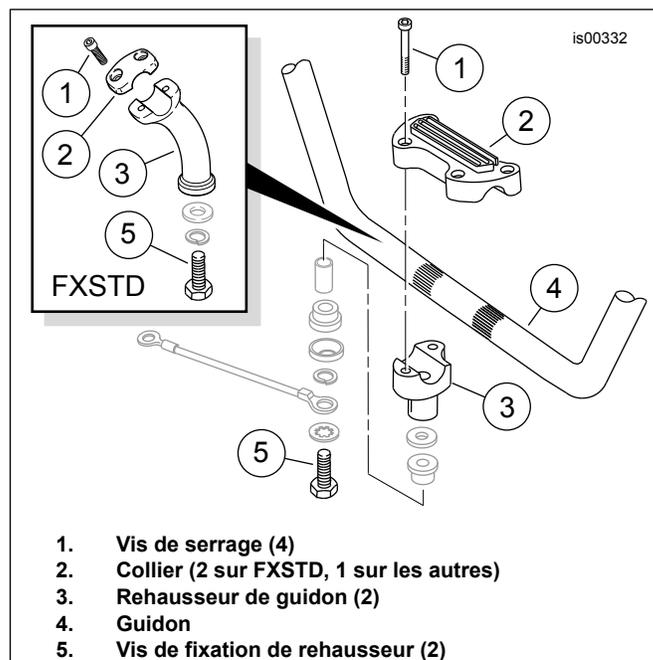

Figure 1. Colliers et rehausseurs de guidon (modèles Dyna et Softail)
8. Consultez Figure 1 . Retirez et jetez les vis (1), le collier supérieur (2) et le guidon (4).